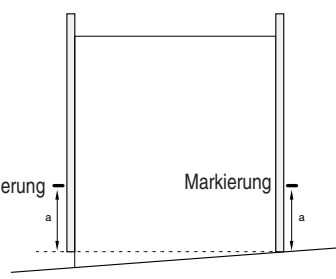

Abb. 2.1.2
- 2 Anhand dieser beiden Markierungen kontrollieren, ob der Fußboden an der Position der Montagefläche auf gleicher Höhe ist (siehe Abb. 2.1.2).